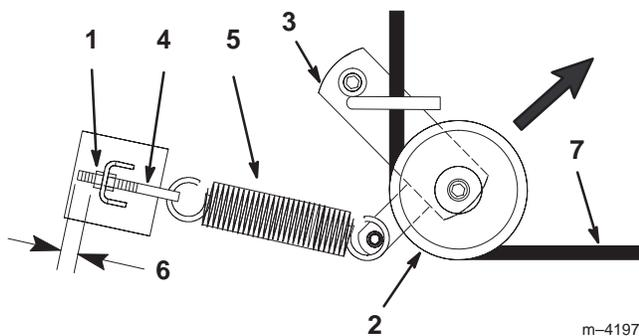

Figura 44
- Tirate la puleggia tendicinghia nel senso riportato nella Figura 44, e togliete la cinghia dalle pulegge.
- Tirate la puleggia tendicinghia nel senso riportato nella Figura 44, e montatela sulle altre pulegge (Fig. 45).